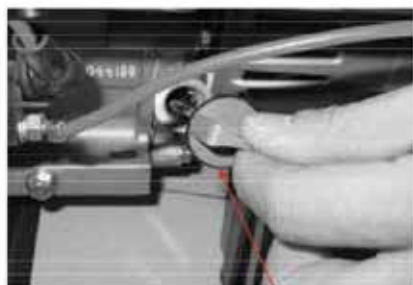

Рис. 3.1
- 1.1. Открутите крышку маслозаправочной горловины 9 (рис. 2.2.1) и вытрите щуп крышки 9 чистой тряпкой (рис. 3.1).